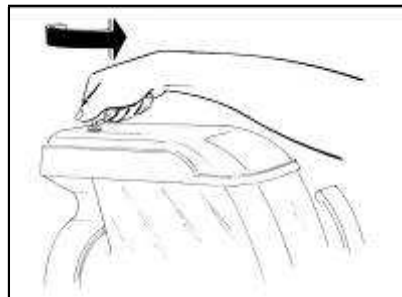

Рис. 23
- Открыв защелку с помощью специального ключа (Рис.23), сначала убрать крышку безопасности, а затем подкрышник, как указано на Рисунке 24.